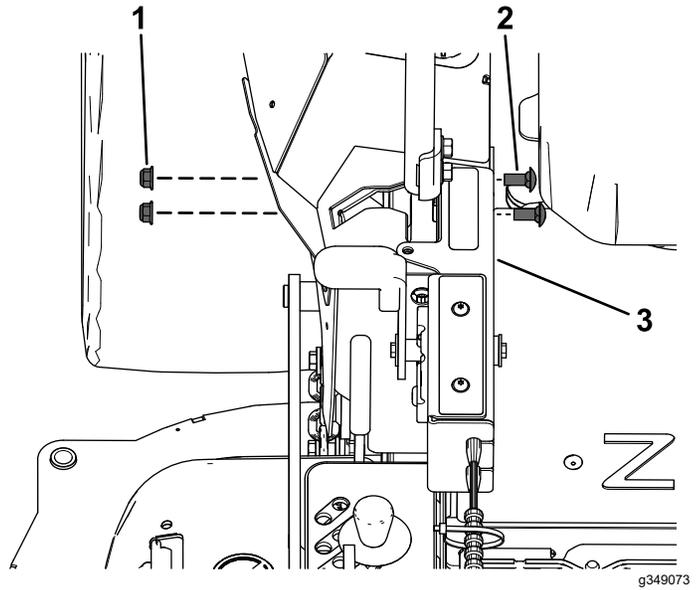

Figure 17
6. Fixez le boîtier de commande sur la protection de la commande de déplacement droite à l'aide de 2 boulons de carrosserie ($\frac{3}{8}$ " x $\frac{7}{8}$ ") et de 2 contre-écrous ($\frac{3}{8}$ "), comme montré à la **Figure 17**.